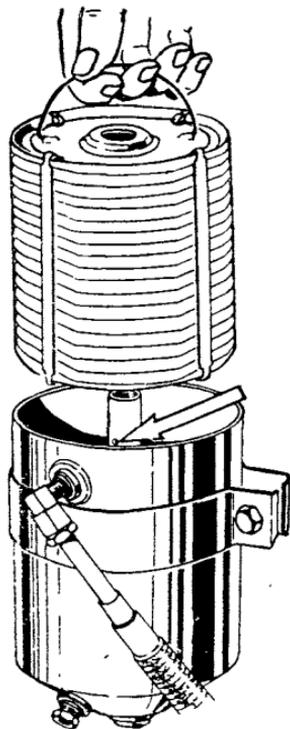

Рис. 16. Смена фильтрующего элемента
Фильтр тонкой очистки масла укреплен на кронштейне перегородки кузова с правой стороны. Фильтр (рис. 16) состоит из корпуса и сменного фильтрующего элемента типа ДАСФО-2. Сменный элемент представляет собой пакет картонных дисков, собранных через один, с картонными прокладками. Масло под давлением просачивается между дисками, очищается и стекает в картер.
3) вынуть фильтрующий элемент, на чисто протереть внутреннюю поверхность корпуса и прочистить отверстие центральной трубки для стока масла в картер (на рис. 16 указано стрелкой). Завернуть сливную пробку;